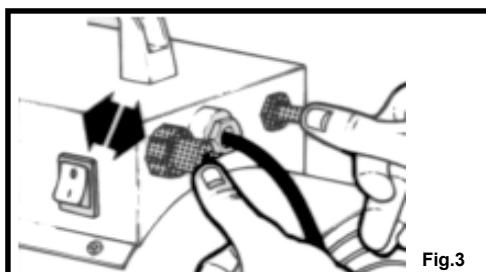

Fig.3
3. Tryk gasknappen helt i bund og hold den trykket ind, tryk gentagne gange på piezotændingerne (se fig. 3).